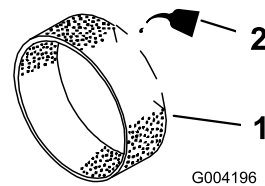

Figure 26
3. Imbibez le préfiltre de 30 à 60 ml (1 à 2 oz) d'huile (Figure 26).